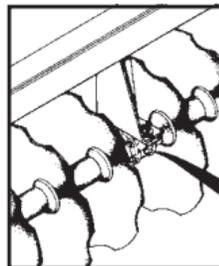

FIGURA 3
* Quando for mancais de rolamento em banho de óleo, os mesmos devem ser montados com o sistema de lubrificação (bujão) virados para a parte de trás do implemento conforme figura 3.